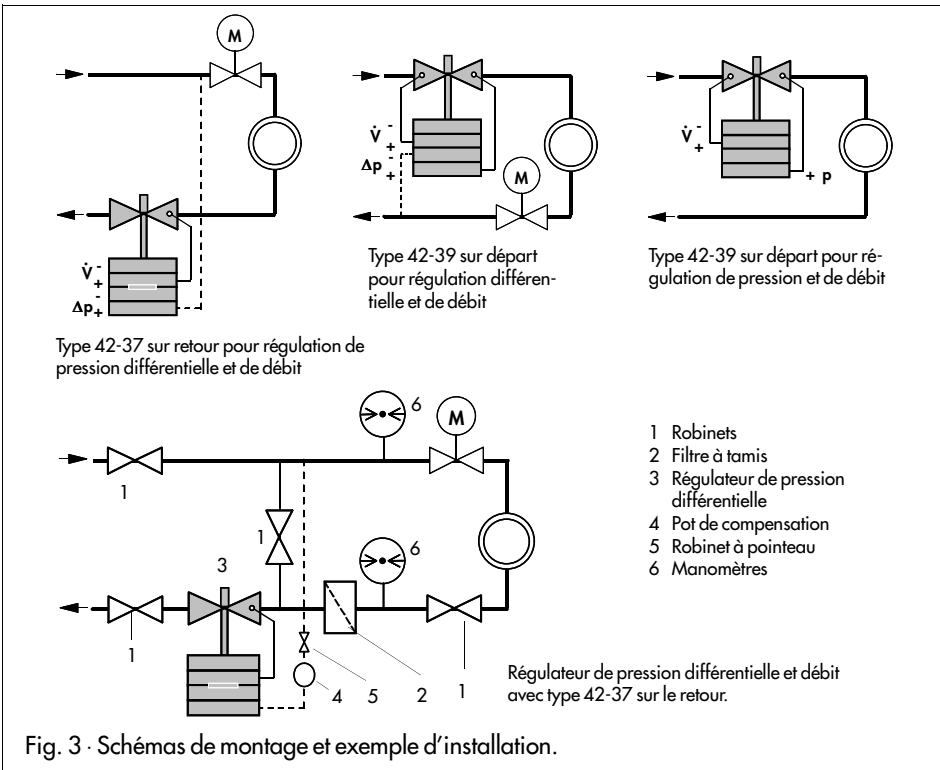

Fig. 3 · Schémas de montage et exemple d'installation.
Dans le cas d'utilisation dans une sous-station de chauffage à distance, le montage du régulateur type 42-37 doit être effectué sur la conduite de pression de retour et pour le type 42-39 sur la conduite de pression de départ. Voir le schéma de montage fig. 3.
Les conduites d'impulsion de diamètre 8, 10 ou 12 mm du type 42-37 doivent être confectonnées sur le lieu de montage ou peuvent être livrées par le fabricant. Le raccordement aura lieu selon la fig. 3 et le type d'installation.
Pour le type 42-39 monter la conduite d'impulsion selon la fig. 3.
3.1 Mise en service (fig. 3)
3.3 Mise hors service (fig. 3)